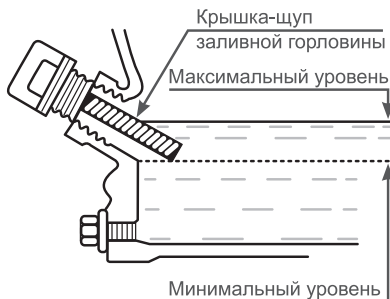

Рис. 4 Уровень масла в картере
3. Аккуратно вытащите щуп и осмотрите его. Уровень масла должен соответствовать верхней отметке на щупе. При недостаточном уровне масла в картере (Рис. 4) необходимо долить чистое масло до верхней отметки на щупе (что соответствует нижней кромке заливного отверстия).
Максимальный уровень масла в картере соответствует нижней кромке маслосаливной горловины (Рис. 4).